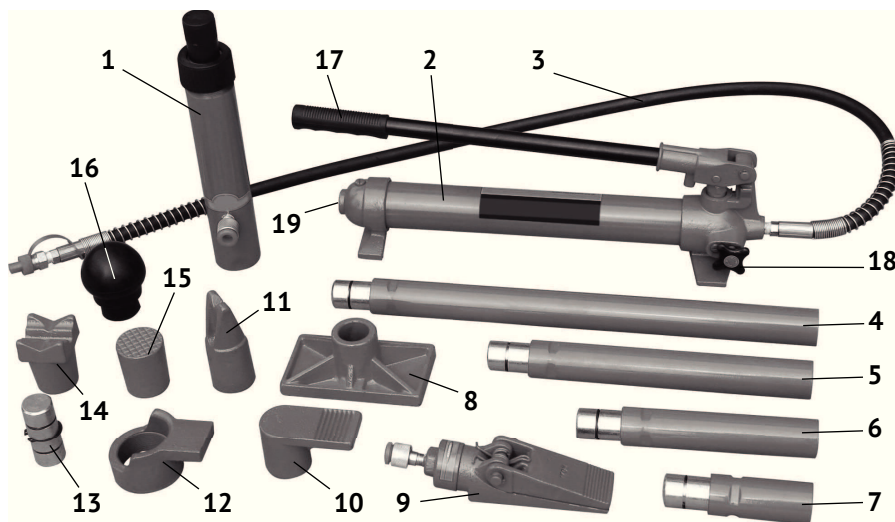

рис. 1
4.1 Общий вид набора схематично представлен на рис.1
6.1 Соедините гидравлический насос (рис.1 поз.2) при помощи шланга (рис.1 поз.3) с гидравлическим силовым цилиндром (рис.1 поз.1) или с клинообразной насадкой (рис.1 поз.9) в зависимости от того, с какими размерами проёма Вы планируете работать.
6.2 В маленьких проёмах используйте клинообразную насадку (рис.1 поз.9), в больших проёмах - гидравлический силовой цилиндр (рис.1 поз.1) с соответствующими удлинителями (рис.1 поз.4,5,6,7) и головками.
6.3 Перед началом работы убедитесь в правильности монтажа всех насадок и правильности их положении на силовом цилиндре (рис.1 поз.1), а также в надёжности соединения гидравлического шланга (рис.1 поз.3) с силовым цилиндром (рис.1 поз.1) или насадкой клинообразной (рис.1 поз.9).
6.4 Плотнo закройте выпускной клапан (рис.1 поз.18), повернув его по часовой стрелке.
6.5 Качая ручку насоса (рис.1 поз.17) вверх и вниз, создайте давление в насосе, тем самым приводя в действие цилиндр установленной насадки.
6.6 По завершении процесса, для сброса давления, откройте выпускной клапан (рис.1 поз.18) поворотом против часовой стрелки.
6.7 Насос может использоваться как в горизонтальном положении, так и в вертикальном. При вертикальном положении насоса, следите за тем, чтобы гидравлический шланг (рис.1 поз.3) был направлен вниз.
7.1 Когда рихтовочный набор не используется, гидравлический насос (рис.1 поз.2) должен храниться с открытым выпускным клапаном (рис.1 поз.18)
7.2 Для проверки уровня масла приведите гидравлический насос в вертикальное положение. Извлеките масломерный стержень (рис.1 поз.19) и определите по нему уровень масла. Если необходимо, добавьте гидравлическое масло в систему, пока его уровень не дойдёт до верхней контрольной отметки уровня на стержне. Используйте специальное "веретённое масло"
7.3 Раз в 12 месяцев полностью заменяйте гидравлическое масло в гидронасосе. Для слива масла необходимо извлечь масломерный стержень (рис.1 поз.19) и открыть выпускной клапан (рис.1 поз.18). Не допуская попадания грязи, залейте масло в насос.